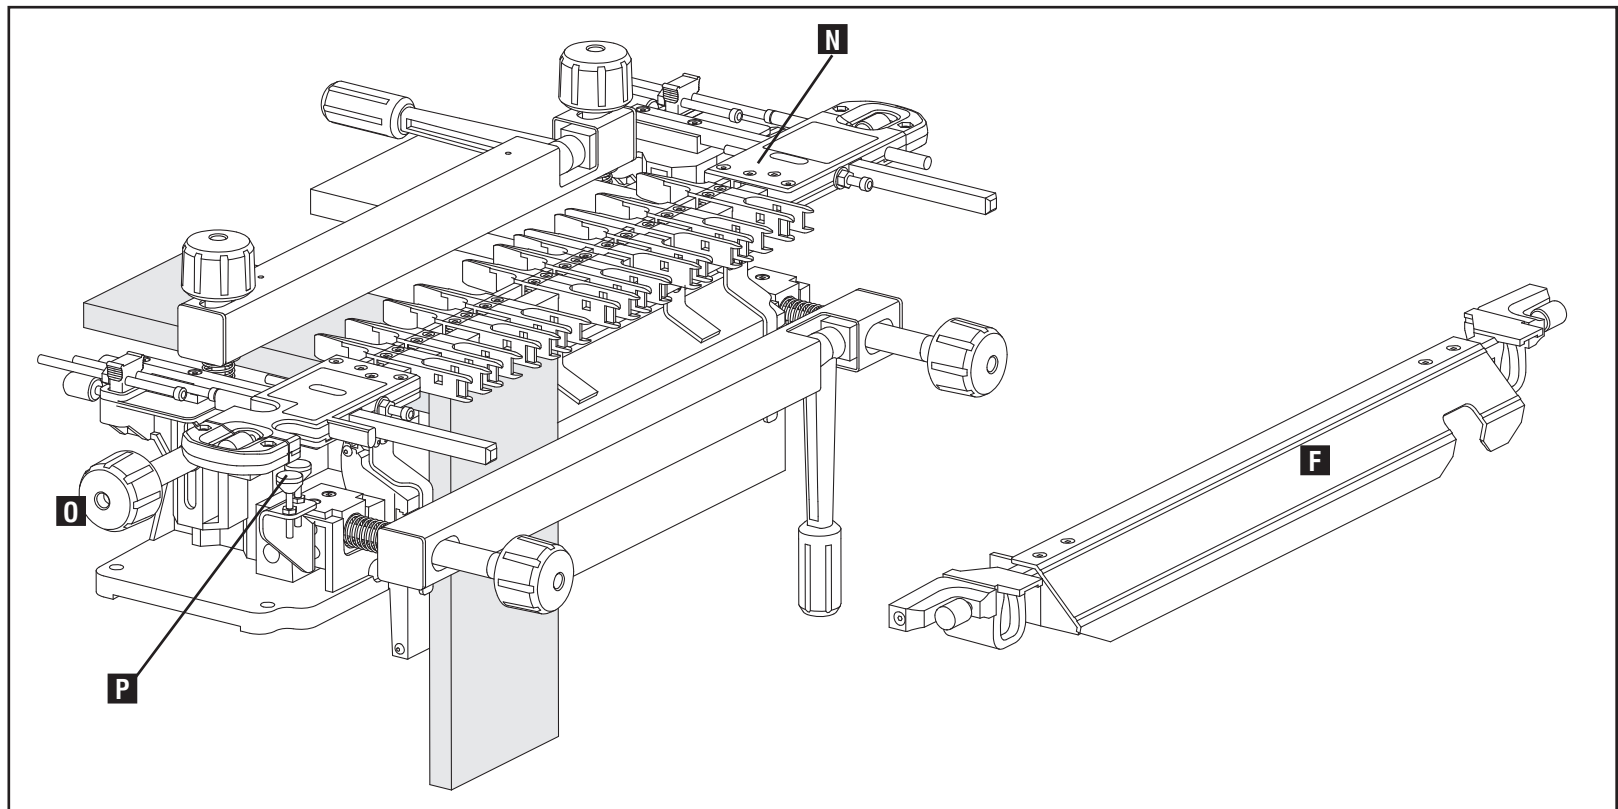

Fig. D8
9. Asegúrese de que la plantilla (N) Fig. D8 esté plana sobre las tablas horizontales y ajuste las perillas de bloqueo de la plantilla; se muestra una en (O).
10. Reemplace la barra del estabilizador (F) Fig. D8.
12. Configure la profundidad de la broca en el calibre (P) Fig. D8 ubicado al lado izquierdo de la plantilla.